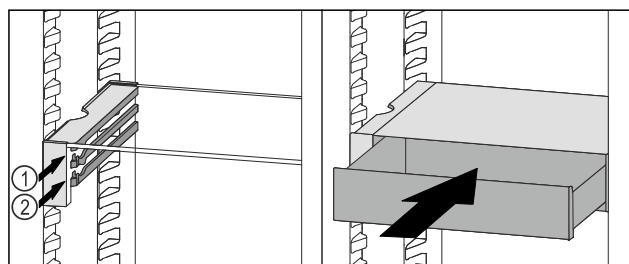

Fig. 204
- ▶ Установите выдвижной ящик VarioSafe за стопоры на требуемый выступ Fig. 204 (1) или Fig. 204 (2).